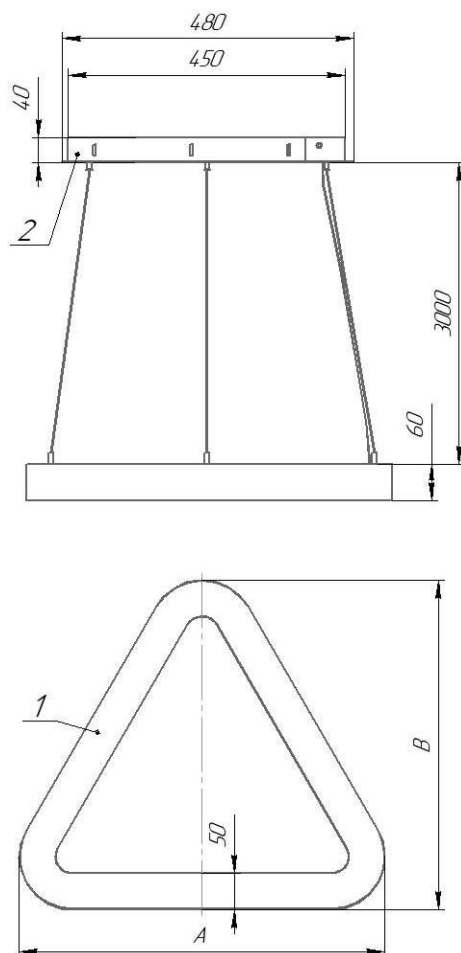

Рисунок 1 - Светильник серии ДСО33 Horizon Togo
5.17 Снимите защитную пленку с корпуса поз.1 (рисунок 1)